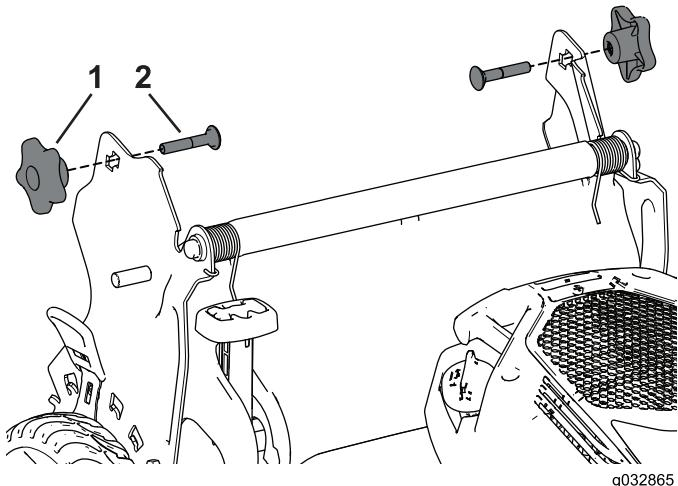

Рисунок 3
- Снимите и сохраните две круглые рукоятки и два каретных болта с кронштейнов рукоятки (Рисунок 3).